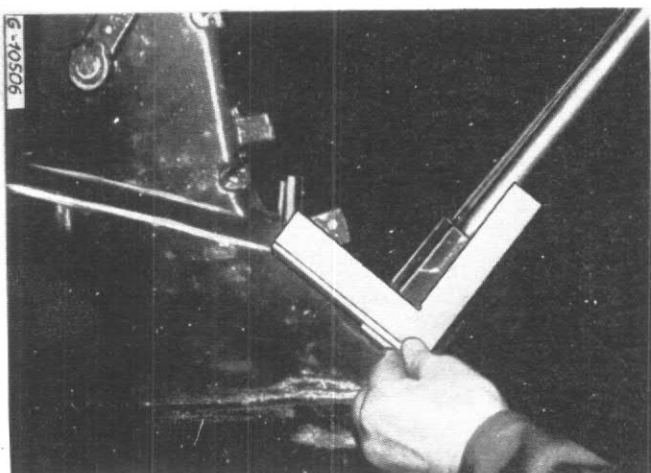

Fig. 41
2. Si les commandes précédentes ont été débranchées, il importe d'aligner les leviers dans la position Neutre, avant de les rattacher. (Voir Fig. 41).